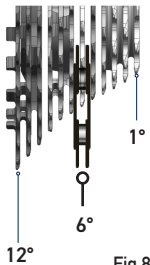

Fig.8
- 1) Posizionate il cambio sul 6° pignone (il 1° è il pignone più piccolo) (Fig. 8).